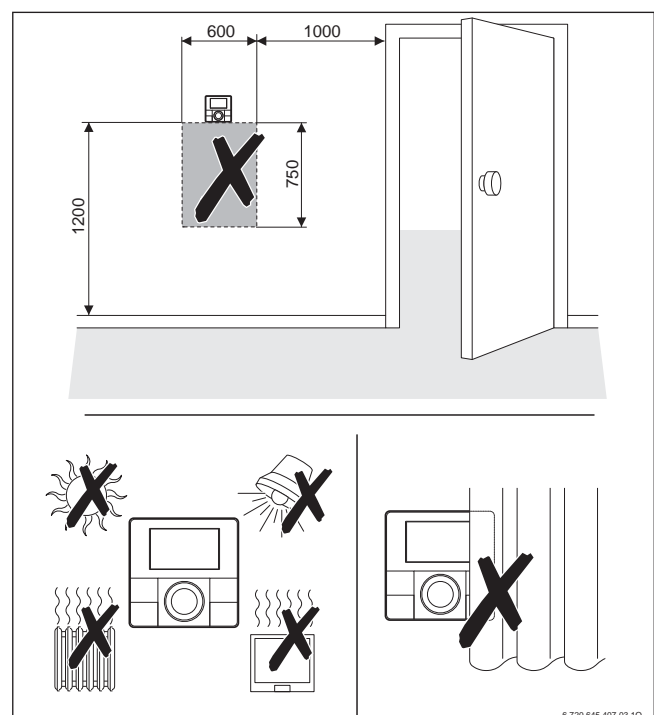

Bild 142 Position der Fernbedienung RC100/RC100 H im Referenzraum (Maße in mm)
- ▶ Bedieneinheiten für die raumtemperaturgeführte Regelung im Referenzraum installieren (→ Bild 142).